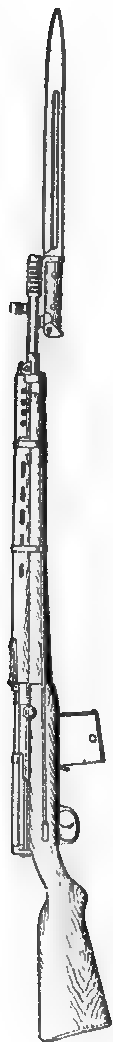

Рис. 86. Общий вид самозарядной винтовки обр. 1938 г.
1. Самозарядная винтовка обр. 1938 г. (рис. 86) по принципу устройства и баллистическим качествам аналогична винтовке обр. 1940 г.